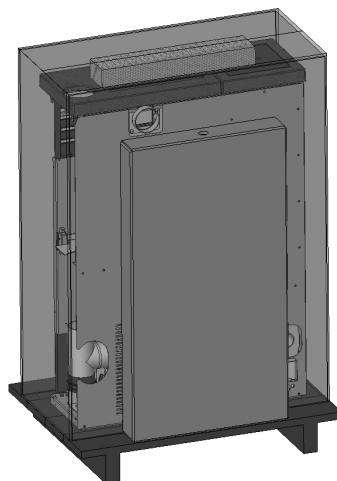

FIGURE 2 - EMBALLAGE POÊLE + PANNEAUX LATÉRAUX ET FRONTAUX
- Le second contient les trois panneaux en métal vernis (deux latéraux + 1 frontal). Le carton avec les flancs est emballé avec l'emballage du poêle (fig.2).